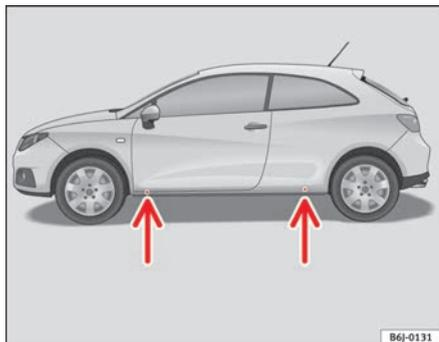

Fig. 136 Punti di appoggio per il cric
- Applicare il cric al longherone inferiore del veicolo nel punto di appoggio più vicino alla ruota da sostituire ⇒ fig. 136.
Sul montante inferiore sono segnati i punti a cui applicare il cric ⇒ fig. 136. È previsto un punto per ogni ruota. Non collocare il cric in altri punti.